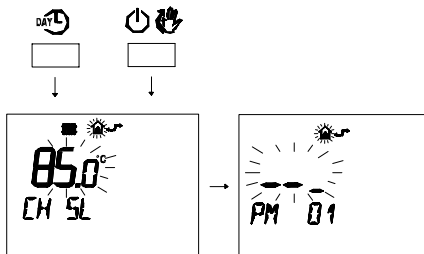

Figura 5.38
• Premere contemporaneamente i pulsanti **DAYL** e **🏠🔌** per entrare nella programmazione trasparente (Figura 5.38).